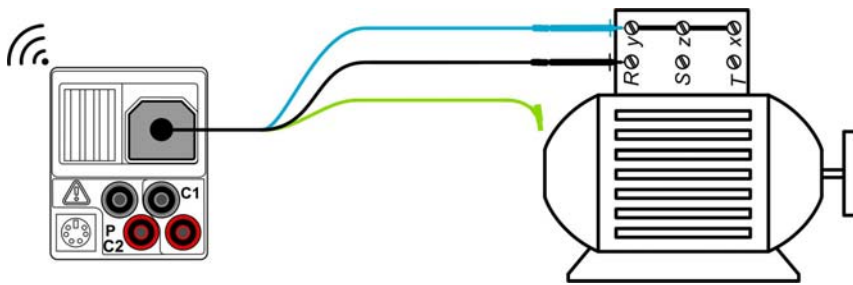

Bild 5.11:
- ❑ **Schließen** Sie die Prüflleitungen am **Prüfling an** (siehe Bild 5.11).